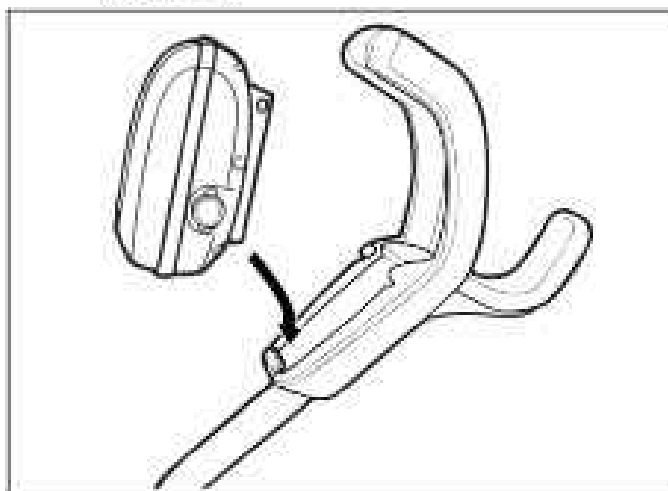

Figura 8: Alinee la caja de control con el gancho del carrito
1. Alinee la parte inferior de la caja de control con la muesca en la parte inferior del gancho de la caja de control en el carrito (Figura 8).